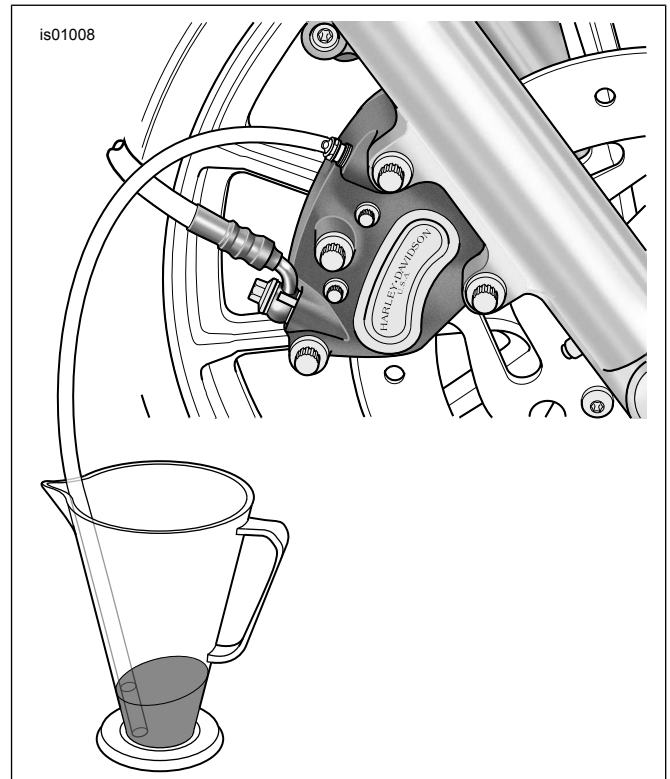

Figura 10. Drenar o fluido dos freios
1. Veja Figura 10. Remova a tampa da válvula de sangria no caliper do freio dianteiro. Coloque a ponta de um segmento de tubo plástico transparente na válvula de sangria. Coloque a extremidade oposta em um recipiente limpo.